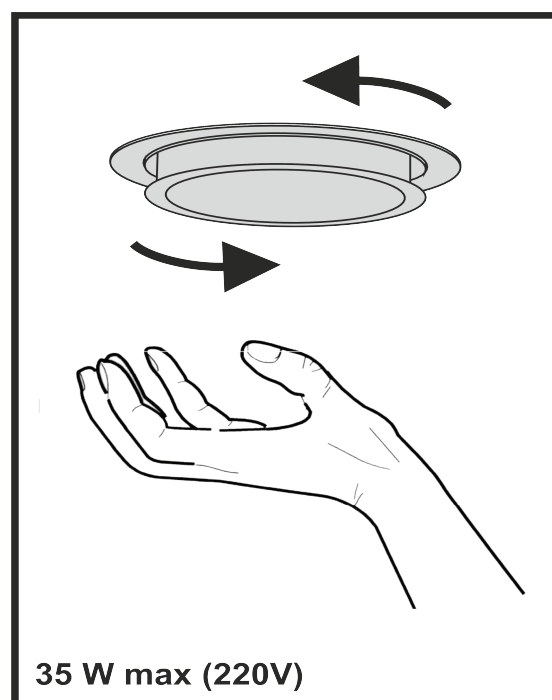

Рис.8
8.9 На вытяжке установлении галогенные лампы подсветки рабочей зоны плиты. Перед началом замены ламп освещения необходимо отключить вытяжку от электросети, дать возможность охладеть лампам. Для замены лампы необходимо снять фильтры, отжать держателя патрона на себя, чтобы лампа вышла из корпуса вытяжки, удерживая держателя патрона, слегка надавить на лампу в направлении патрона и, повернул ее против часовой стрелки, вынуть (**рис.8**). Вместо нее необходимо установить новую с теми же характеристиками и установить фильтры.